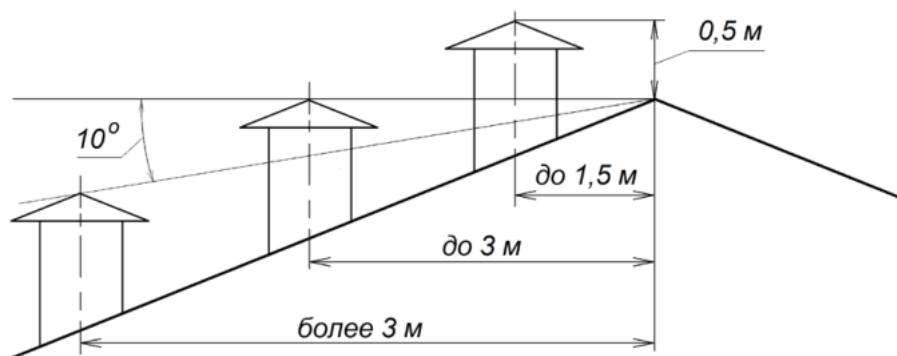

Рисунок 6. **Варианты расположения дымовой трубы.**
- высотой не менее 0,5 м, при расстоянии от конька крыши до трубы менее 1,5 м (см. рис. 6);